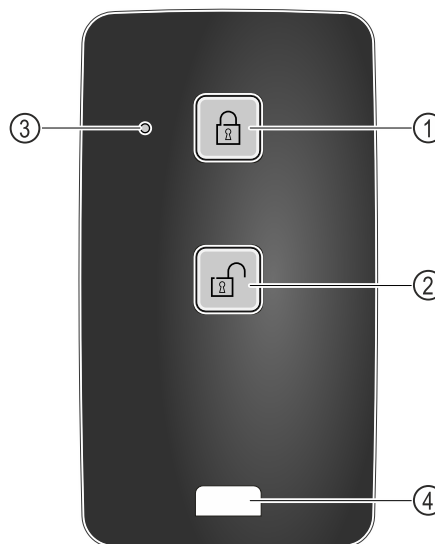

Fig. 249
- (1) Bloquear el cierre
- (2) Desbloquear el cierre
- (3) LED de estado
- (4) Anilla de fijación
- Pulsar el botón Fig. 249 (1) del mando a distancia.
- Pulsar el botón Fig. 249 (2) del mando a distancia.
- El LED de estado Fig. 249 (3) emite una señal visual al pulsarse el botón.
- Anilla Fig. 249 (4) para la fijación del mando a distancia, p. ej., en un llavero.